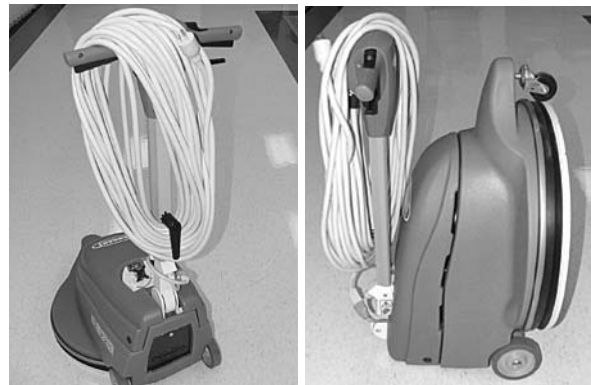

FIG. 11
1. Débranchez le cordon d'alimentation et retirez le patin de la machine. Enroulez soigneusement le cordon autour du crochet d'entreposage et de la poignée, afin d'éviter l'endommagement du cordon (Figure 11).
3. Afin de minimiser l'espace d'entreposage, repliez la poignée vers le bas et entreposez la machine comme illustré (Figure 11).